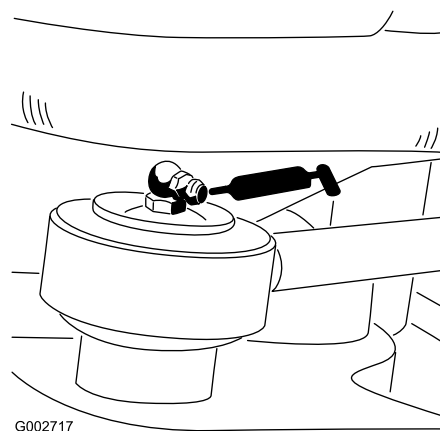

Bild 26
- Ende der Lenkzylinderstange (1), nur Modell 08705 (Bild 26)